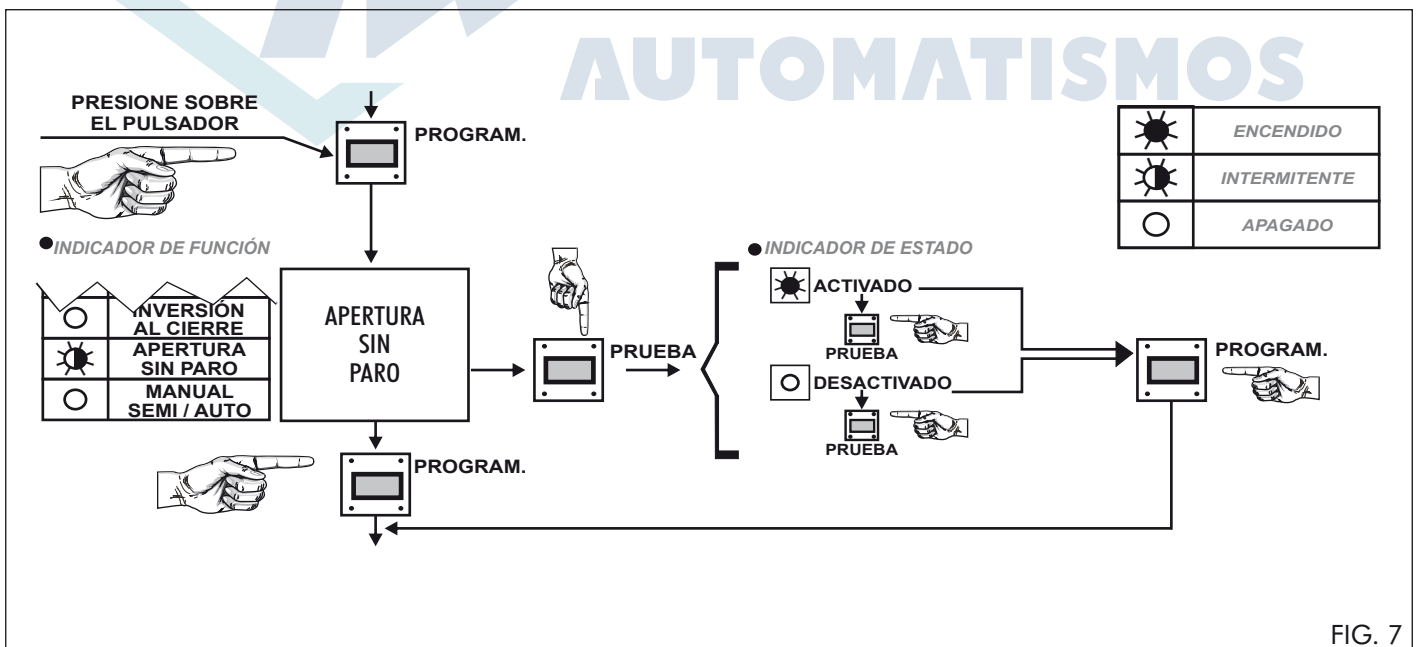

FIG. 7
3.3.1. Presione la tecla «PROGRAM» hasta que el indicador de función **APERTURA SIN PARO** se encienda **intermitentemente** (ver fig. 7).
3.3.2. Presione sucesivamente la tecla «PRUEBA» (ver fig. 7) hasta alcanzar la opción deseada: